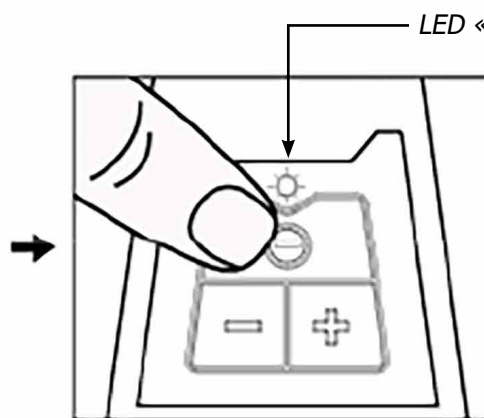

Fig. 2
2. Premere sul tasto On / Off «Ø» sulla piastra del pulsante per accendere la levigatrice. L'indicatore LED indica il colore «verde flash» dopo l'avviamento della levigatrice (Fig. 2).